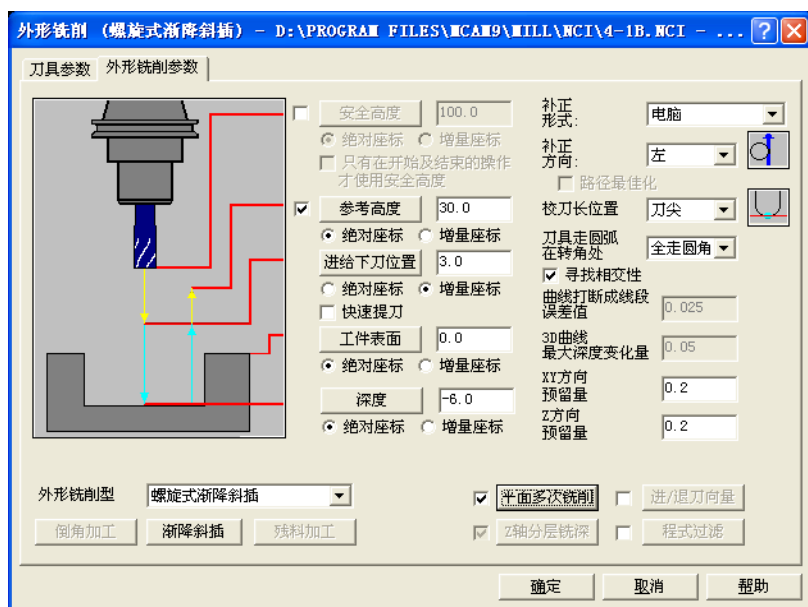

图 4-36 步骤 6) 外形铣削参数
6) 选择“外形铣削（螺旋式渐降斜插）”，继续选择 $\phi 6$ 平刀，加工 $\phi 59$ 圆。除将主轴转速设定为 2500 外，刀具参数、参考高度和进给下刀位置均同步步骤 1)；工件表面：0.0，深度：-6.0，XY 方向预留量：0.2，Z 方向预留量：0.2，补正形式选择“电脑”，补正方向：左，不勾选“进/退刀向量”，勾选“平面多次铣削”，其余参数默认，如图 4-36 所示；在“外形铣削的渐降斜插”对话框中点选“深度”，设定斜插深度：0.3，勾选“在最终深度